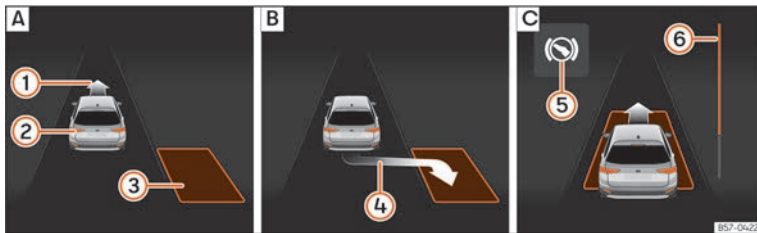
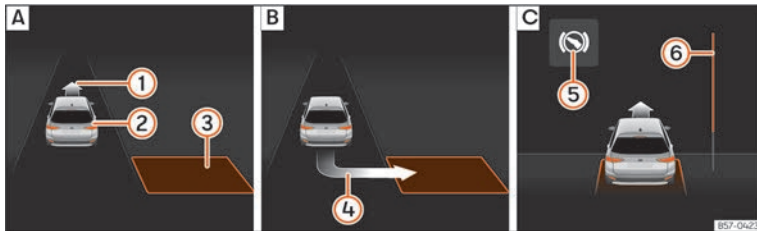

Abb. 164 Am Bildschirm des Kombi-Instruments: längs einparken. **A**: Parklücke suchen. **B**: Position zum Einparken. **C**: Rangieren.
Abb. 165 Am Bildschirm des Kombi-Instruments: quer einparken. **A**: Parklücke suchen. **B**: Position zum Einparken. **C**: Rangieren.
- Prüfen Sie anhand der Anzeige im Bildschirm des Kombi-Instruments, ob die Parklücke als „geeignet“ erkannt wurde und ob die korrekte Position zum Einparken » (Abb. 164) **B** oder
» (Abb. 165) **B** erreicht wurde. Die Parklücke wird als „geeignet“ betrachtet, wenn auf dem Bildschirm des Kombi-Instruments die Anzeige zum Einparken erscheint **④**.
- Fahren Sie rückwärts, bis das Dauertonsignal des ParkPilot ertönt; **ODER:** fahren Sie zurück, bis auf dem Bildschirm des Kombi-Instruments die Anzeige für Vorwärtsfahren »» [Abb. 164] [C] oder »» [Abb. 165] [C] erscheint; **ODER:** fahren Sie zurück, bis am Bildschirm des Kombi-Instruments die Meldung **Park Assist beendet** erscheint. Die Fortschrittsanzeige ⑥ zeigt den zurückzulegenden Abstand an.
- Fahren Sie vorwärts, bis das Dauertonsignal des ParkPilot ertönt; **ODER:** fahren Sie vorwärts, bis am Bildschirm des Kombi-Instruments die Anzeige zur Rückwärtsfahrt erscheint. Der Parklenkassistent lenkt das Fahrzeug so lange beim Vorwärts- und Rückwärtsfahren, bis das Fahrzeug gerade in der Parklücke steht »» [Abb. 164] [C] bzw. »» [Abb. 165] [C].
Die Fortschrittsanzeigen »» [Abb. 164] ⑥ und »» [Abb. 165] ⑥ am Bildschirm des Kombi-Instruments zeigt symbolisch die noch zu fahrende relative Fahrstrecke an. Je länger die Distanz ist, desto größer ist der Füllstand des Fortschrittsbalkens. Bei Vorwärtsfahrt nimmt die Füllung des Fortschrittsbalkens nach oben ab und bei Rückwärtsfahrt nimmt die Füllung des Fortschrittsbalkens nach unten ab.